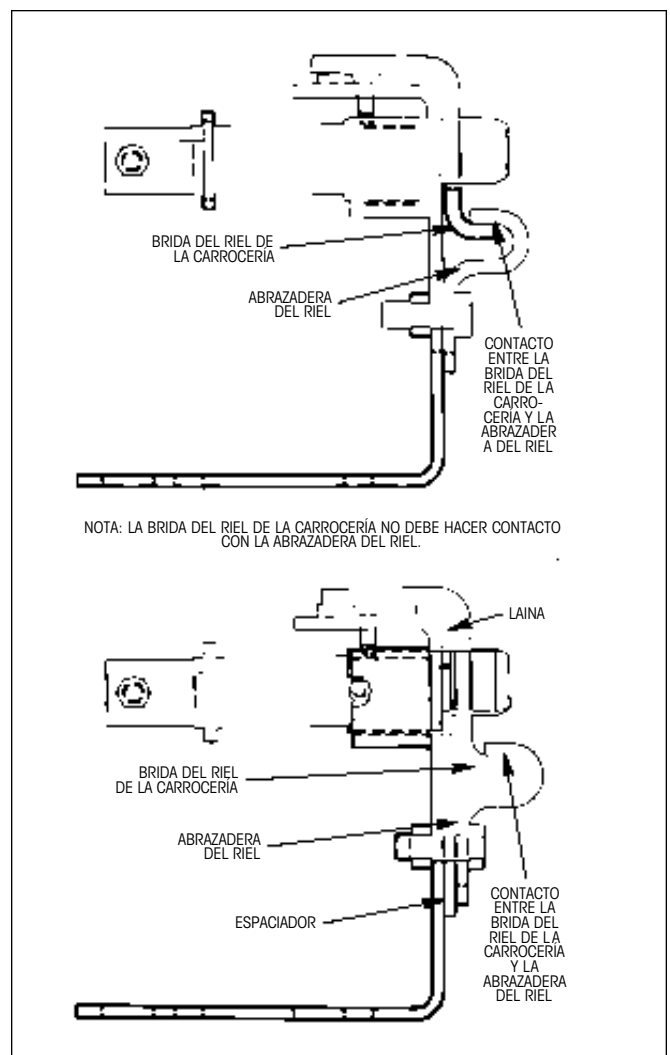

Figura 36. Instalación incorrecta de la abrazadera del riel de la carrocería
3. Inspeccione la condición de los deslizantes del cuadro del deslizable (Figura 36). Para lograr un desempeño óptimo de deslizamiento, es importante que todas las cabezas de los tornillos de los deslizantes se encuentren debajo de la superficie.